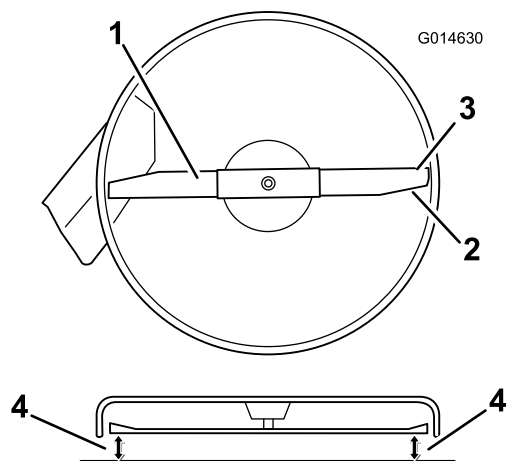

Figura 50
4. Girate con cautela le lame in modo che siano disposte tutte lateralmente (Figura 50).
5. Misurate la distanza tra i taglienti esterni e la superficie piatta (Figura 50). Se entrambe le misure non rientrano nella tolleranza di 5 mm è necessario regolare; proseguite l'operazione.